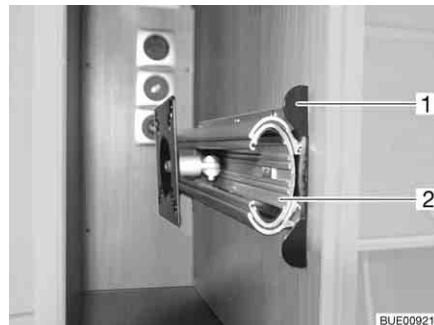

Fig. 68 Soporte en el armario de TV
- Hundir el listón de desbloqueo (Fig. 68,1).
- Extraer el dispositivo de extracción (Fig. 68,2) hasta el tope.
- Introducir el dispositivo de extracción (Fig. 68,2) hasta que engatille el listón de desbloqueo (Fig. 68,1).